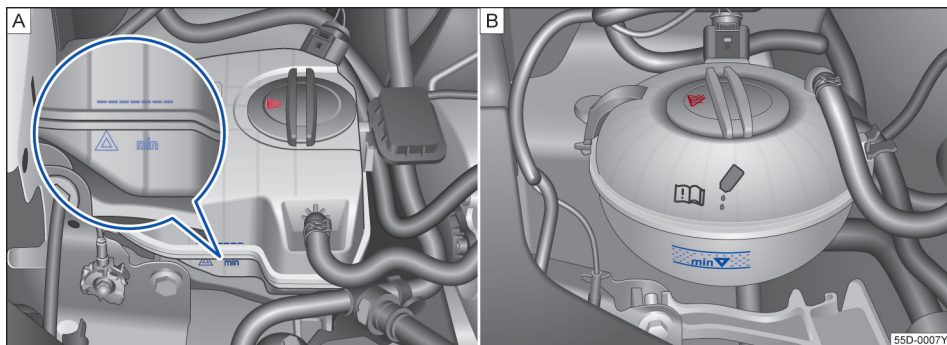

图 228 冷却液补偿容器上的液位标记
- 发动机处于冷态时检查冷却液液位是否处在膨胀罐侧面的标记范围内→ 图 228。